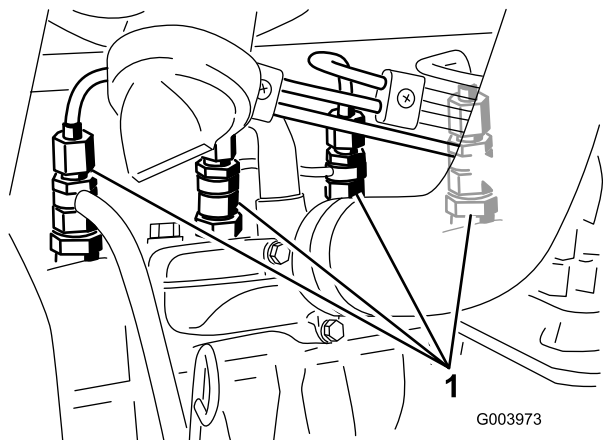

Рисунок 38
1. Ослабьте соединение трубки к соплу № 1 и держателю в сборе (**Рисунок 38**).